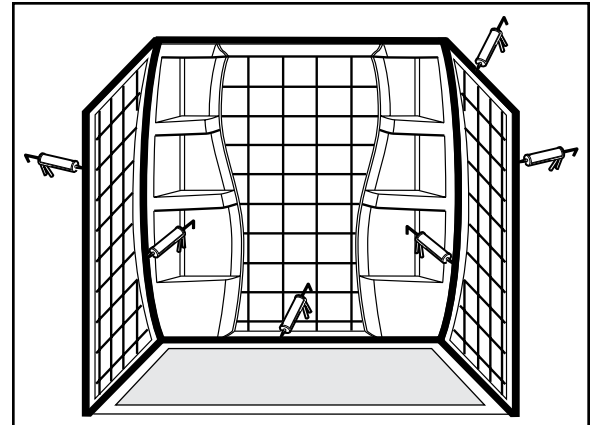

Figura 6
- 8** Luego de instalar el greenboard, coloque calafateado de terminación en todos los bordes y juntas (Figura 6). Siga los tiempos de secado recomendados por el fabricante del calafateado.